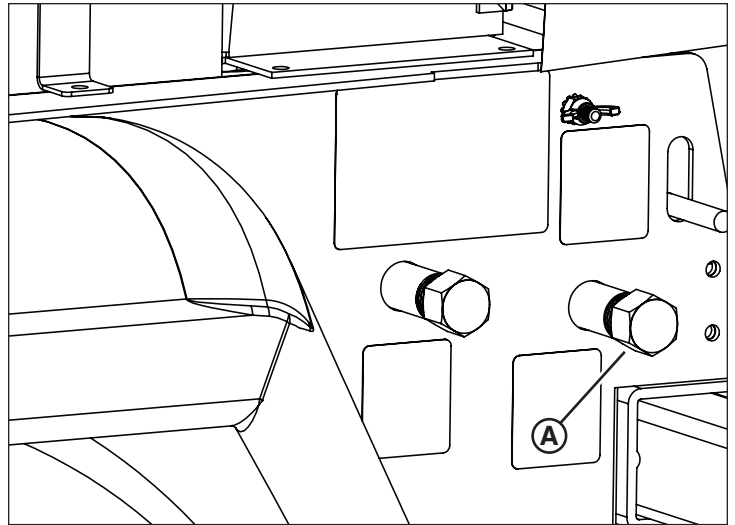

Figura 24
1. Coloque un recipiente adecuado bajo la bandeja de contención de líquido (A, Figura 24), ubicada en el lado izquierdo del remolque de la torre de iluminación, hacia la parte posterior.